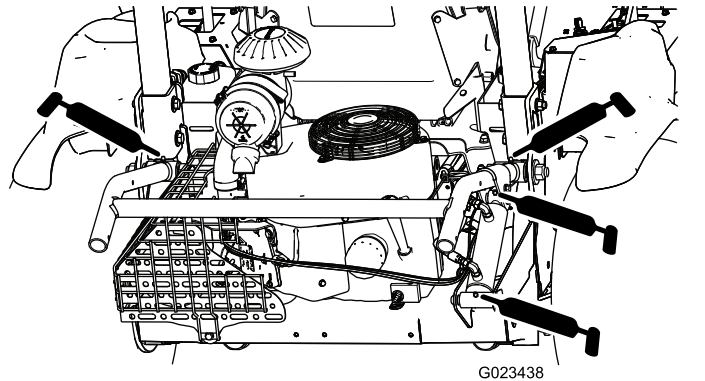

Figura 36
- Dispositivo di sollevamento attrezzo (4) – Figura 36